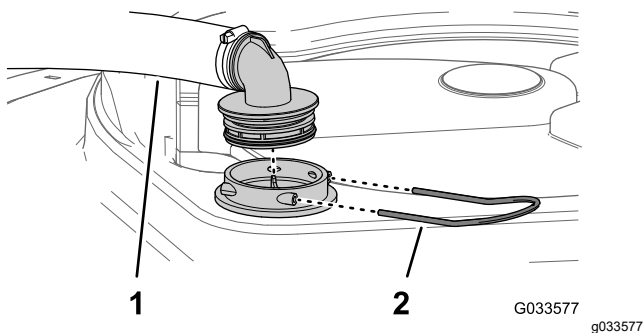

Figura 51
2. Nella parte superiore dell'irroratrice, rimuovete il fermo che fissa il raccordo del flessibile collegato al flessibile grande dall'alloggiamento del filtro (Figura 51).
3. Rimuovete il flessibile e il raccordo del flessibile dall'alloggiamento del filtro (Figura 51).